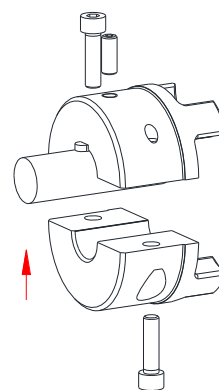

Bild 9
- Positionieren Sie die untere Halbschale der ersten SPLIT-Nabe zur oberen Halbschale unter die Welle aus (siehe Bild 9). Drehen Sie die Zylinderschrauben einige Gewindegänge ein.